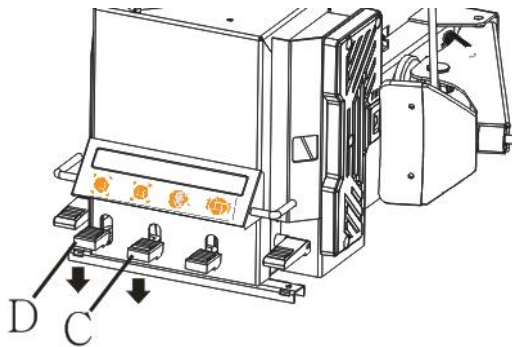

Fig. 14
- Leg de band op de klemmen en druk de velg stevig naar beneden, druk pedaal D (fig.14) nu volledig in.
- Plaats de band op de klemmen en druk pedaal C (fig. 14) in om de klemmen naar buiten te laten komen, de band wordt nu geklemd.